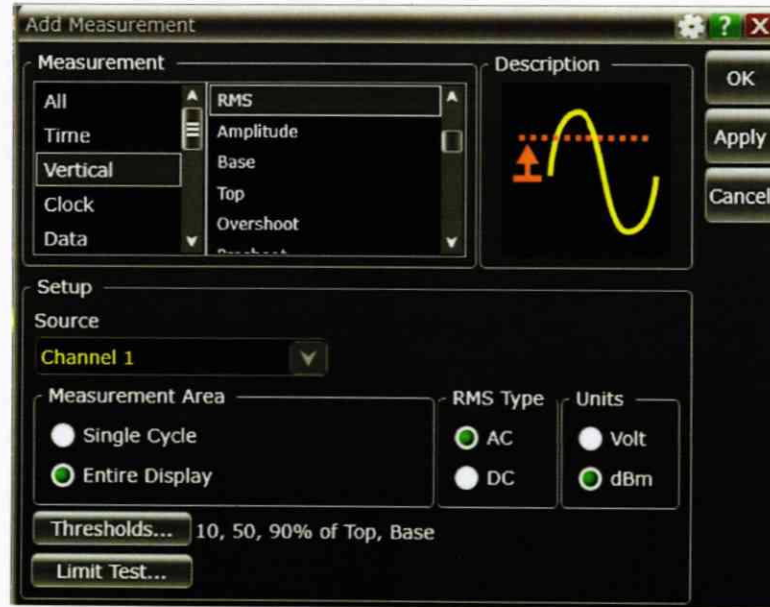

Рисунок 7
10.4.4 Включить 1-й канал осциллографа (и выключить все остальные), используя кнопки блока выбора и настройки каналов. Включить измерение среднеквадратического значения напряжения в единицах [дБм], выбрав пункт меню «Measure/Mark»→«Add Measurement» для 1-го канала осциллографа (см. рисунок 7).